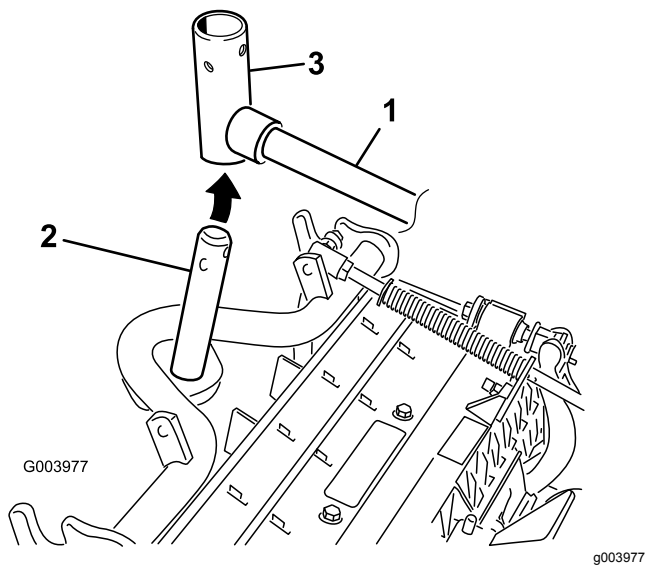

Figure 8
7. Pour les unités de coupe avant, poussez une unité de coupe sous le bras de levage tout en insérant l'arbre du bâti porteur dans la chape de pivot du bras de levage (Figure 8).
- B. Insérez la chape du bras de levage sur l'arbre du bâti porteur (Figure 8).